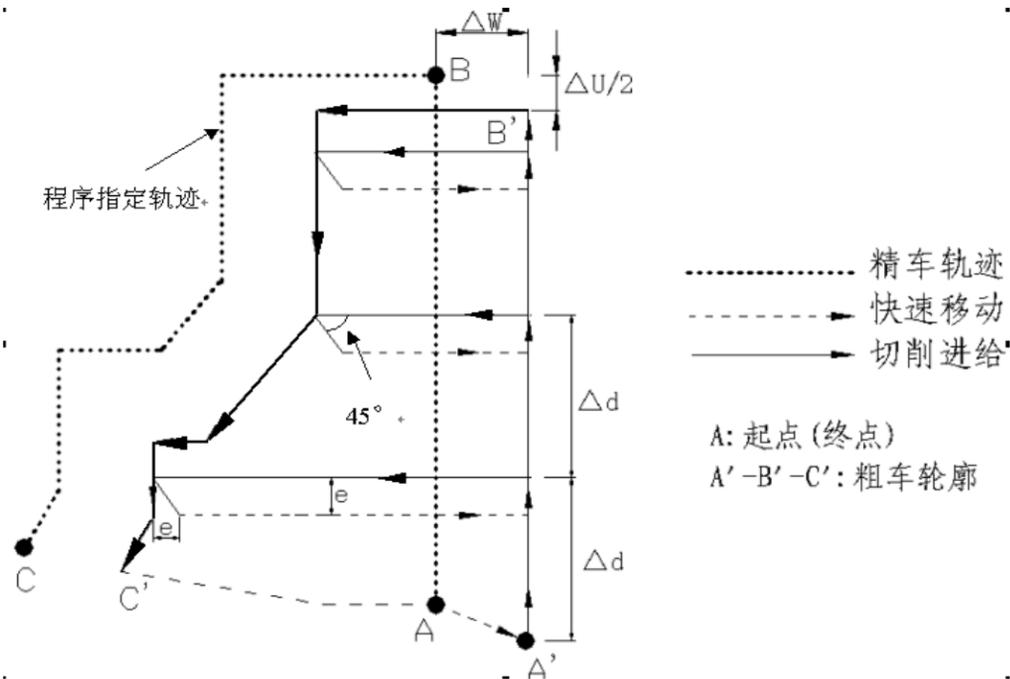

图 3-25 G71 代码循环轨迹
1) 代码执行过程: 图 3-25。
① 从起点 A 点快速移动到 A' 点, X 轴移动 Δu、Z 轴移动 Δw;
② 从 A' 点 X 轴移动 Δd (进刀), ns 程序段是 G0 时按快速移动速度进刀, ns 程序段是 G1 时按 G71 的切削进给速度 F 进刀, 进刀方向与 A 点 \rightarrow B 点的方向一致;
③ Z 轴切削进给到粗车轮廓, 进给方向与 B 点 \rightarrow C 点 Z 轴坐标变化一致;
④ X 轴、Z 轴按切削进给速度退刀 e (45° 直线), 退刀方向与各轴进刀方向相反;
⑤ Z 轴以快速移动速度退回到与 A' 点 Z 轴绝对坐标相同的位置;
⑥ 如果 X 轴再次进刀 ($\Delta d+e$) 后, 移动的终点仍在 A' 点 \rightarrow B' 点的联机中间 (未达到或超出 B' 点), X 轴再次进刀 ($\Delta d+e$), 然后执行③; 如果 X 轴再次进刀 ($\Delta d+e$) 后, 移动的终点到达 B' 点或超出了 A' 点 \rightarrow B' 点的联机, X 轴进刀至 B' 点, 然后执行⑦;
⑦ 沿粗车轮廓从 B' 点切削进给至 C' 点;
⑧ 从 C' 点快速移动到 A 点, G71 循环执行结束, 程序跳转到 nf 程序段的下一个程序段执行。